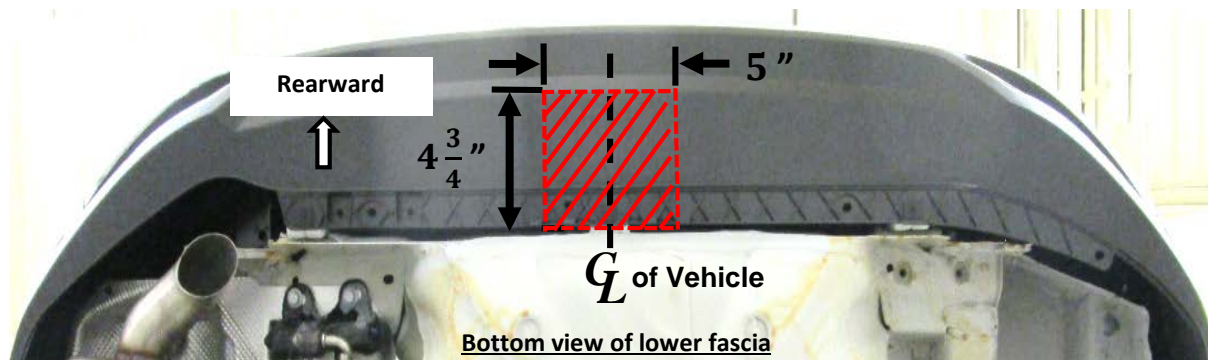

Figure 3
- Découper le carénage inférieur – À l'aide d'un ruban à mesurer, d'un marqueur et d'un couteau à lame rétractable, mesurer, marquer et découper le carénage inférieur comme illustré dans la figure 3.
10. Découper le carénage inférieur – À l'aide d'un ruban à mesurer, d'un marqueur et d'un couteau à lame rétractable, mesurer, marquer et découper le carénage inférieur comme illustré dans la figure 3.